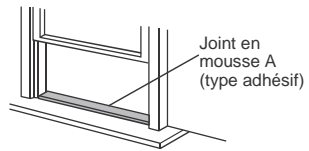

Fig 8
1. Couper le joint en mousse (type adhésif) à la bonne longueur et le joindre au rebord de la fenêtre. Fig.8
2. Insérez le tuyau d'échappement dans l'ouverture de sortie d'air le long de la direction de la flèche (Voir Fig.8).